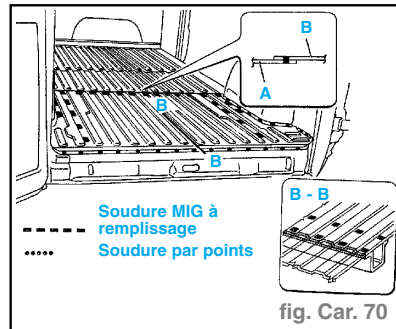

fig. Car. 70
- Positionner la traverse (B) en l'insérant entre les montants latéraux (C), ensuite utiliser la soudeuse MIG pour remplir les trous précédemment effectués.
- Une fois l'élément de rechange parfaitement positionné, en le superposant à la coque comme représenté dans l'encadré : (A) coque, (B) plancher, procéder à la soudure. (fig. Car. 70)